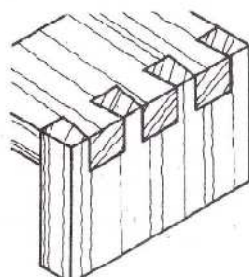

FIG 1
3.3.2 – Indiquer les critères techniques qui vont orienter le choix de l'assemblage de la figure 1 plutôt que celui de la figure 4. (6pts)